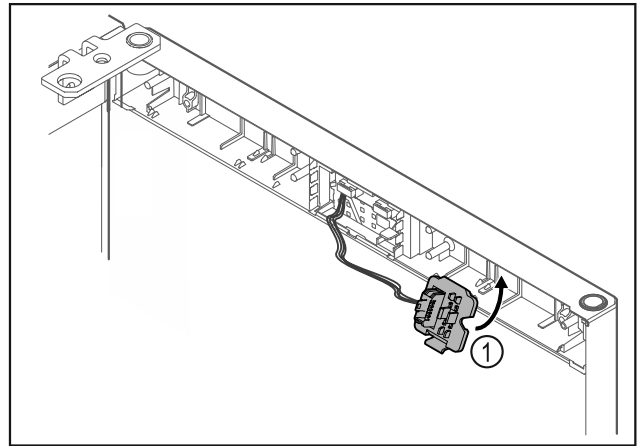

Fig. 17
- Mbërtheni mbajtësen e spinës Fig. 17 (1) në anën tjetër.